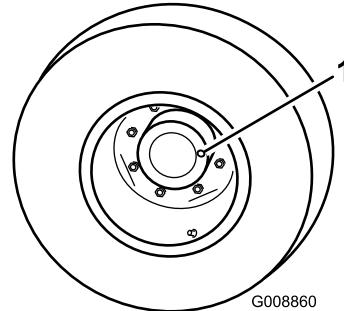

Figure 52
1. Amenez la machine sur une surface plane et horizontale, tournez la roue de sorte qu'un bouchon de contrôle (Figure 52) soit à la position 12 heures et l'autre à la position 3 heures.
1. Bouchon de contrôle/vidange (2)
2. Retirez le bouchon qui est à la position 3 heures (Figure 52).
2. Enlevez le bouchon de contrôle/remplissage du côté gauche du boîtier d'engrenages (Figure 52) et vérifiez que le lubrifiant atteint la base de l'orifice. Si le niveau est bas, ajoutez suffisamment de lubrifiant pour rectifier le niveau.